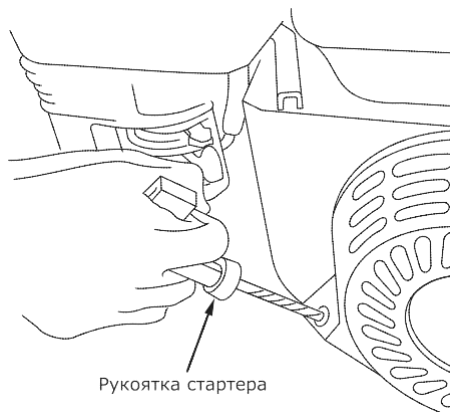

Рис. 12
- Запустите двигатель. Будьте внимательны! При вытягивании шнура стартера шнур может создавать отдачу. Возьмитесь за ручку шнура стартера. Медленно потяните шнур до возникновения сопротивления со стороны двигателя. Не допуская возврата ручки обратно, продолжайте быстро тянуть ручку на полный взмах руки. Медленно (с натягом шнура) верните ручку в начальное положение (рис. 12). Резкое отпускание ручки шнура стартера приводит к механическому повреждению стартера, что рассматривается как негарантийный случай. Процесс пуска не должен продолжаться непрерывно более 15-20 секунд. Между отдельными попытками пуска необходимо выдерживать паузу в течение 1 минуты. Непрерывный пуск приводит к механическому повреждению стартера, что рассматривается как негарантийный случай.